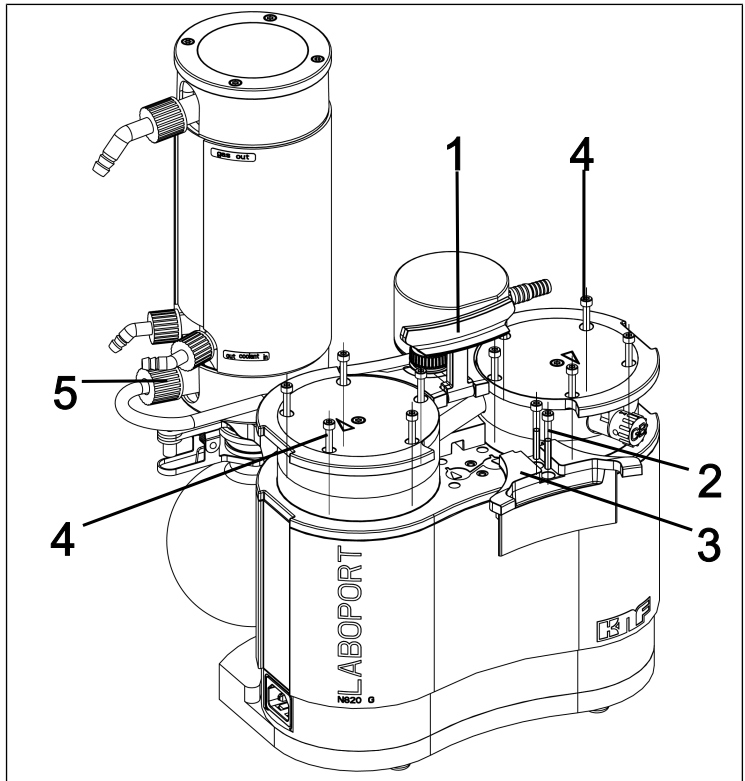
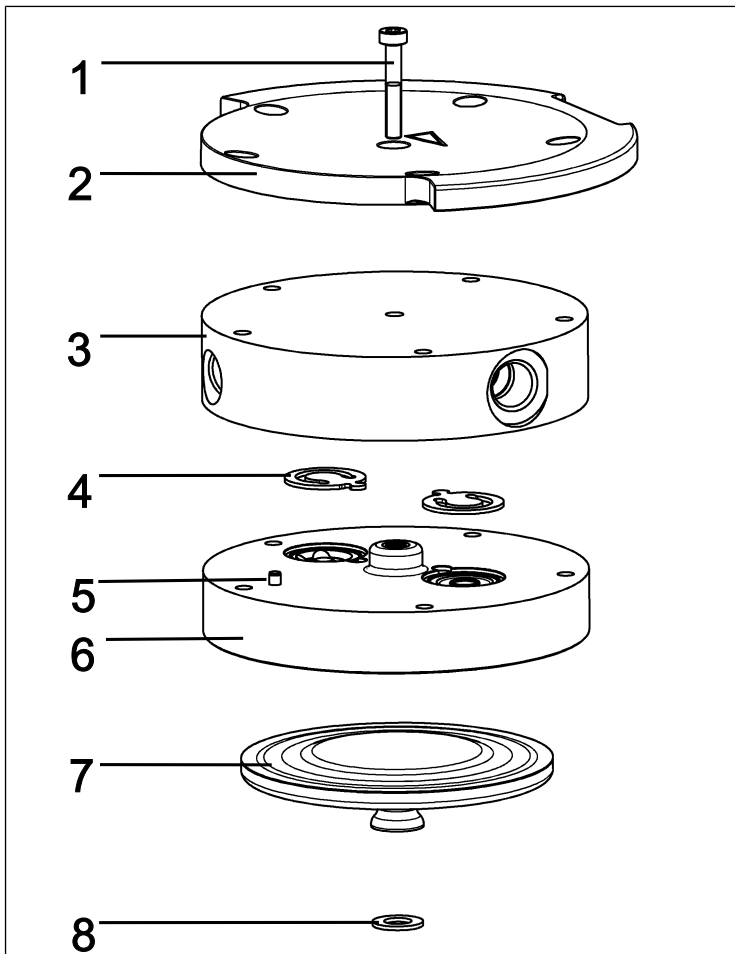

Fig.12: Desmontaje de la cubierta del asa
Fig.13: Cabezal de la bomba (bomba mostrada N820)
3. Aflojar la tuerca de unión de la conexión de manguera (5/ Fig. 12) del componente del sistema de vacío.
4. Poner el asa (1/ Fig. 12) en posición vertical.
5. Aflojar los dos tornillos (2/ Fig. 12) de la cubierta del asa (3/ Fig. 12).
6. Retirar la cubierta del asa (3/ Fig. 12).
7. Aflojar los 10 tornillos con cabeza exteriores (4/ Fig. 12) de los dos cabezales de la bomba.
8. Extraer los 10 tornillos con cabeza exteriores (4/ Fig. 12) de los dos cabezales de la bomba.
- i** Los dos tornillos con cabeza interiores (1/ Fig. 13) permanecen aún apretados.
**i** Los siguientes números de posición se refieren a Fig. 13, a no ser que se indique otra cosa.
1. Hacer una marca continua con un lápiz en la placa de presión (2), la tapa del cabezal (3) y la placa intermedia (6). Esto evita el montaje posterior incorrecto de las piezas.
2. Extraer los tornillos exteriores (4/ Fig. 12) de los cabezales de la bomba.
9. Colocar los 10 tornillos exteriores (4/ Fig. 12) en el cabezal de la bomba y apretarlos de forma cruzada (par de apriete: SH/SR820G: 4 Nm; SR/SH840G: 5 Nm)
**i** Si no se utilizan tornillos exteriores (4/ Fig. 12) en el cabezal de la bomba, soltar el tornillo con cabeza interior (1) y comprobar el asiento de la tapa del cabezal (3) en la placa intermedia (6).
11. Apretar a mano la tuerca de unión de la conexión de manguera (5/ Fig. 12) del condensador de alto rendimiento (2/ Fig. 3).
1. Montar la cubierta del asa (**3**/Fig. 12).
2. Apretar los tornillos (**2**/Fig. 12) de la cubierta del asa (**3**/Fig. 12) (par de apriete: 2 Nm).